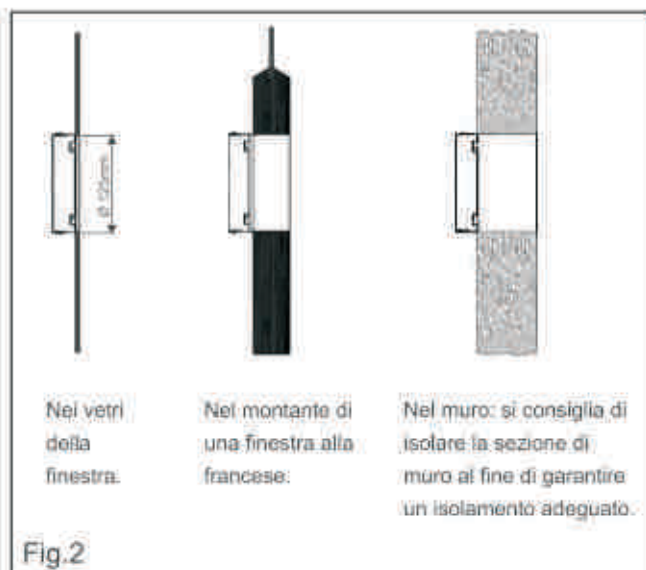

Fig.2
- Praticare un foro in una parete esterna o attraverso un vetro. Rispettare l'altezza e le dimensioni del foro secondo quanto indicato in Fig. 2